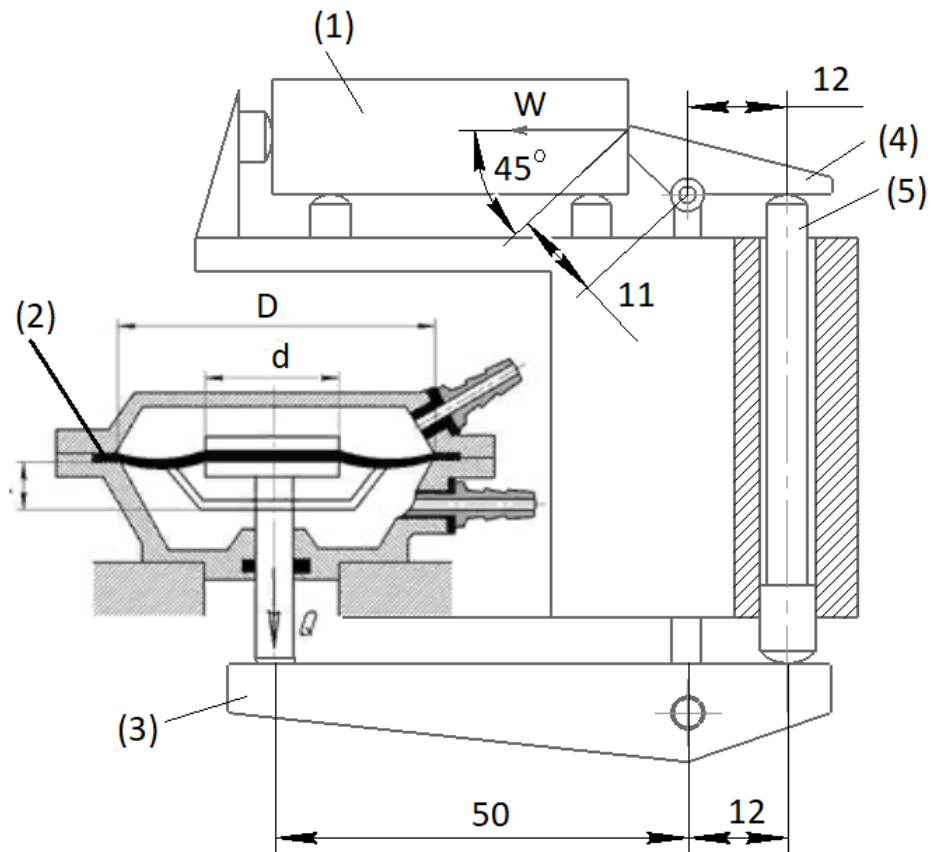

Рис. 2
На фрезерном станке обрабатывается деталь (1) 3D принтера, заготовка которой закрепляется в зажимном приспособлении с пневмоприводом (рис. 2). Пневмопривод состоит из пневмокамеры двустороннего действия с резиновой диафрагмой (2), рычага (3), рычага (4) и тяги (5). Требуется определить, какая сила  $W$  будет приложена к детали, если диаметр диафрагмы пневмокамеры равен  $D=160$  мм, диаметр опорной шайбы  $d=150$  мм, КПД всего привода  $\eta=0,9$ , остальные параметры приведены на рис. 2.